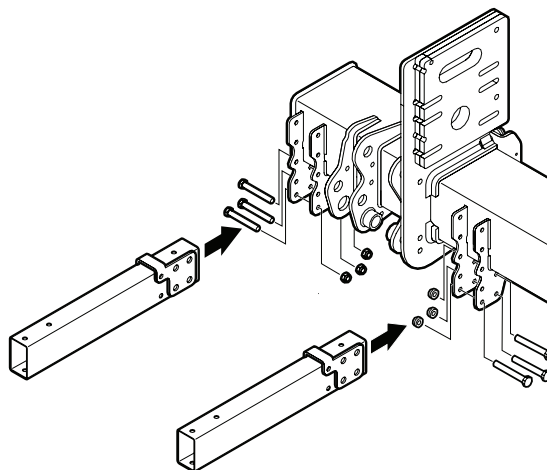

Bild 42. Montering av konsoler på stomme
1. Montera konsolerna på bavgavellyftens stomme med 3 skruvar M12x100 vardera utan att dra åt. Se Bild 42.